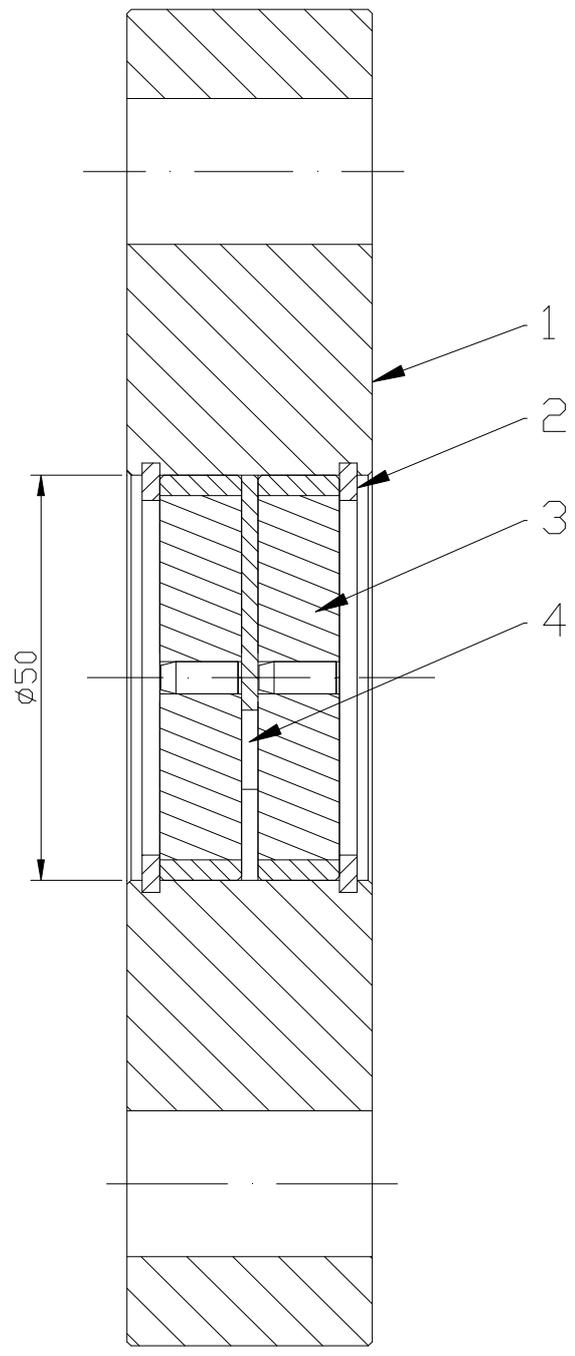

Bild 1
(siehe auch Bild 1)
(siehe Bild 1)
- Auf die richtige Reihenfolge der Bandsicherungen (Pos.3) und dem Stützsteg (Pos.4) achten. (siehe Bild 1)
- Bestellnummer (Position siehe **Bild 1**)